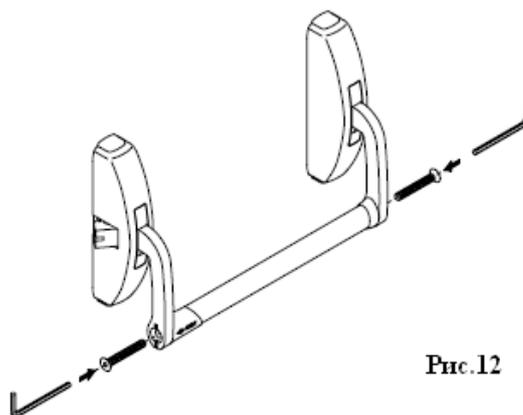

Рис.12
- 11) Поместите ручку-штангу между двумя рычагами. Убедитесь, чтобы две соединительные заглушки плотно прилегали к соответствующим корпусам. Закрепите ручку-штангу винтами М5 х 70 в корпусах при помощи 5-миллиметрового шестигранного ключа (Рис.12).